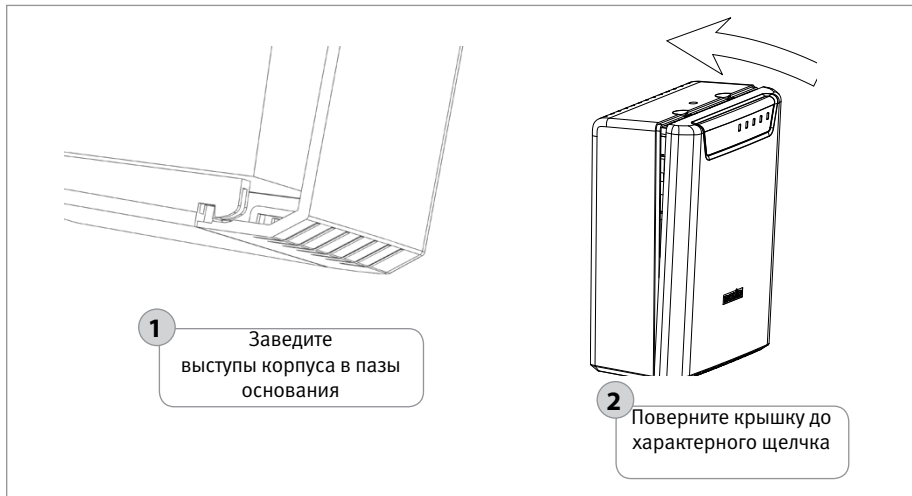

Рисунок 34. Установка крышки
6. Закройте крышку блока (см. Рисунок 34). Для этого заведите зацепы нижней части крышки в пазы на корпусе, затем закройте крышку до щелчка.